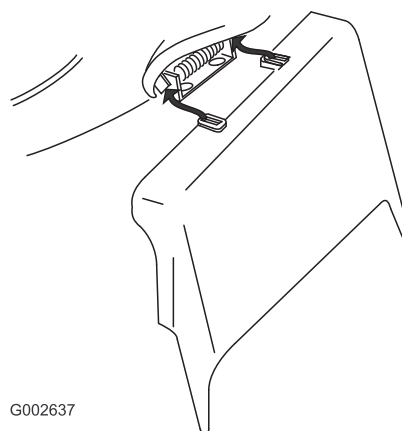

Bild 35
3. Setzen Sie den Seitenauswurfkanal ein und schließen Sie die Klappe auf dem Auswurfkanal (**Bild 35**).